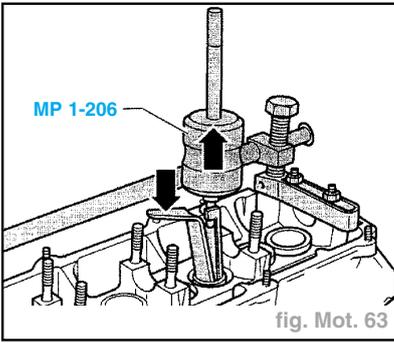

fig. Mot. 63
- Retirer les joints des queues de soupape avec le **MP 1-206** (fig. Mot. 63).